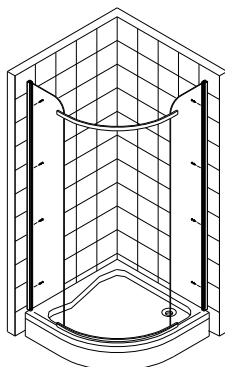

Fig. 4
- 4) Imbinati cele doua parti fixe cu profilele de imbinare a usilor (superior si inferior) (Fig.4)